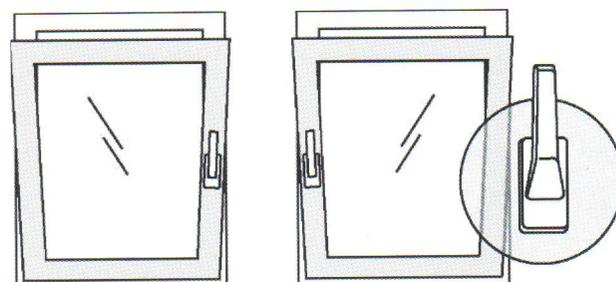

Рис. 3
Открывание поворотно-откидной оконной конструкции (рис.3).
2. Для достижения поворотного положения повернуть ручку в горизонтальное положение (рис.3б).
3. Для достижения откидного положения повернуть ручку вверх в вертикальное положение (рис. 3в)